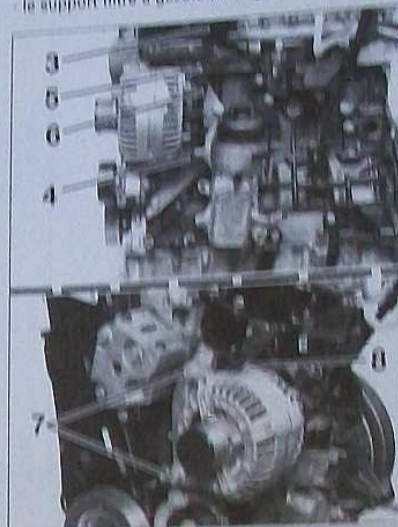

FIG. 7
- le protège alternateur (2).
- le support filtre à gazole (3) (Fig. 7).